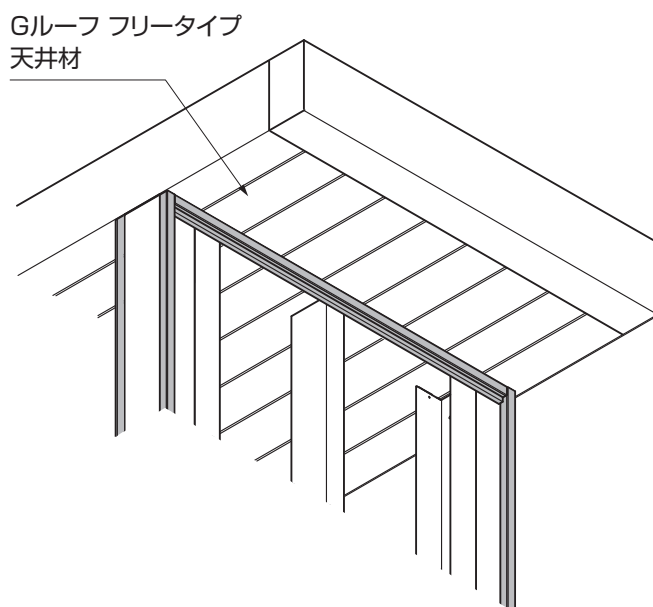
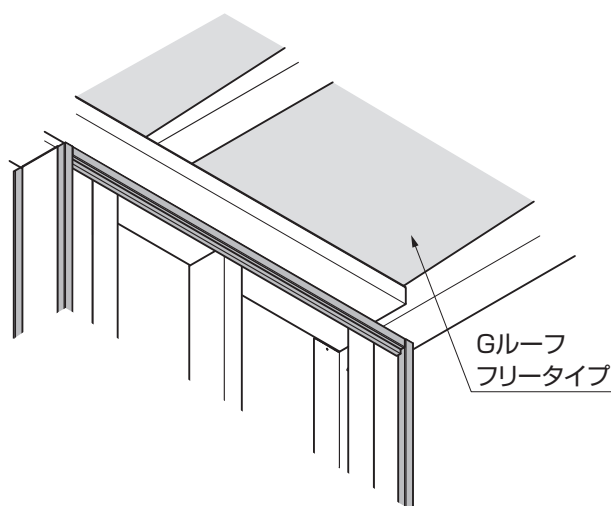

図6-10 天井上乗せ納まりの場合
図6-11 ルーフ上乗せ納まりの場合
- 図6-10、図6-11の納まりの場合、上部枠は切詰めパネル取付け部材、サイディング壁サブ柱に取付けてください。